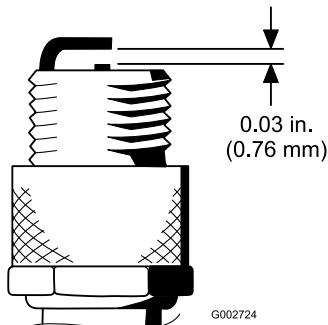

Bild 28
- Stellen Sie den Abstand zwischen der Mittel- und der Masselektrode auf 0,76 mm ein (Bild 28). Schrauben Sie eine Zündkerze mit korrektem Elektrodenabstand in den Zylinderkopf ein und ziehen sie auf 23 Nm fest. Wenn Sie keinen Drehmomentschlüssel benutzen, ziehen Sie die Kerze fest an.